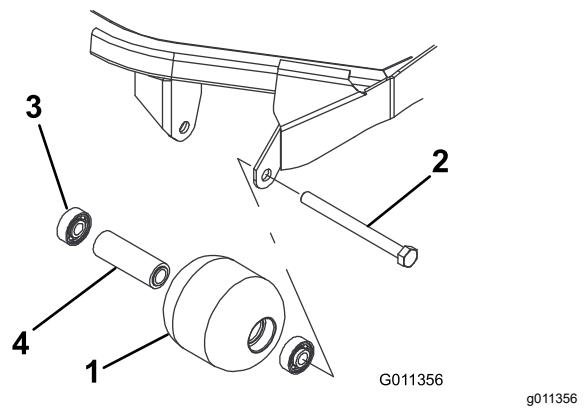

図 94
- ローラ取り付けボルトを外す図 94。
- ローラハウジング、ベアリング、ベアリングスペーサに破損がないか点検する図 94。破損している部品を交換し、組み立てを行う。
- 第一のペアリングをローラハウジングに押し込む図 94。アウターレースのみを押すか、インナーレースとアウターレースを均等に押すかする。
- スペーサを入れる図 94。
- 第二のペアリングをローラハウジングに押し込む図 94。インナーレースがスペーサに接触するまで、インナーレースとアウターレースを均等に押す。